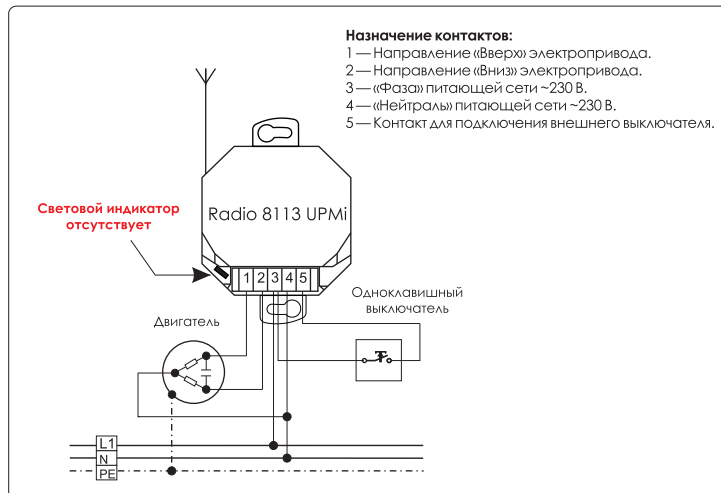

Рисунок 2 Схема подключения Radio 8113 UPMi к электроприводу
- Ознакомиться с типовой схемой подключения (рис. 2).
- Подключить провода к клеммнику на устройстве в соответствии со схемой на рис. 2.